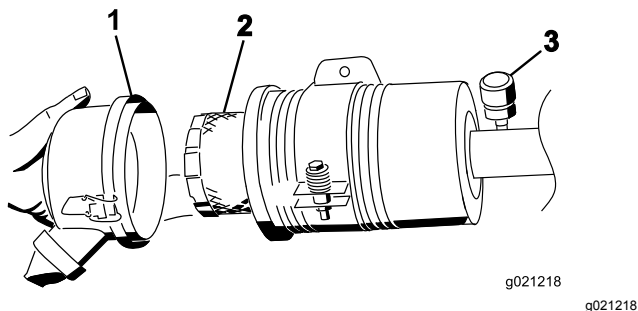

Figure 73
4. Déposez et remplacez le filtre (Figure 73).